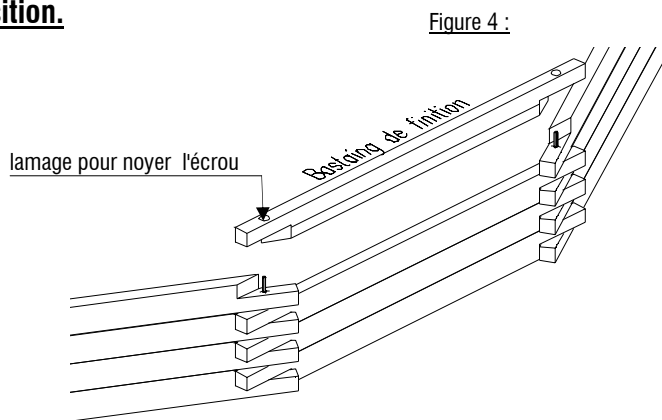
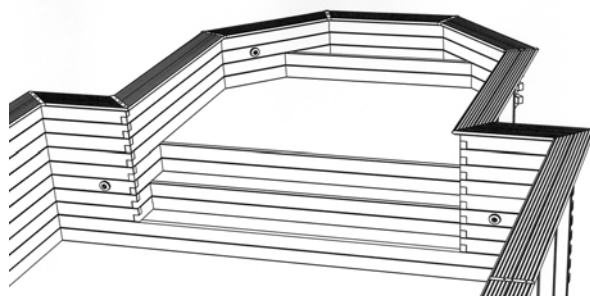

Figure 4 :
Figure 5 :
b) Bastaings pour refoulements, pièces percées au Ø80, voir les figures 5 et 6 pour la répartition, les lamages sont sur l'extérieur du bassin (fig 4).